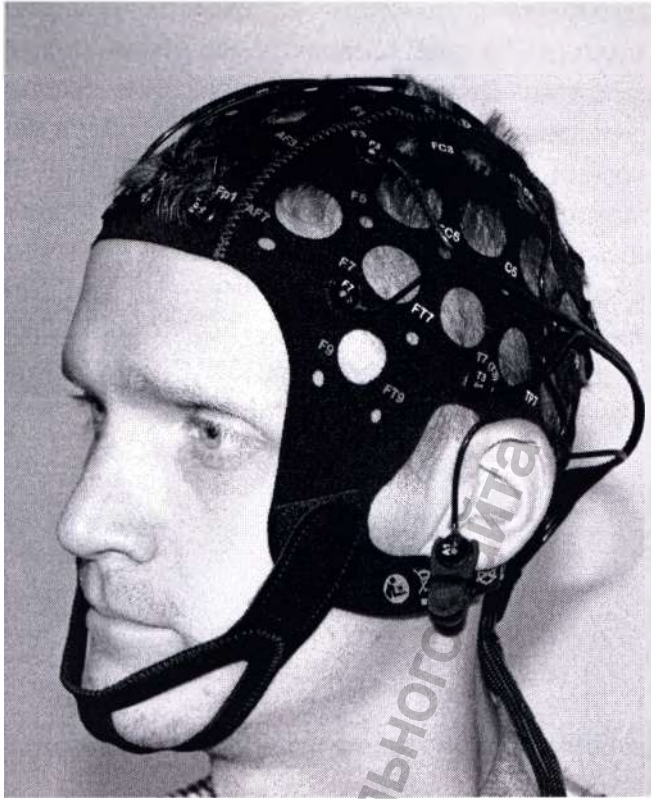

Рис. 24. Электродная шапочка на голове пациента с закрепленными ушными референтными электродами-клипсами на мочках ушей пациента
- 2) Наденьте на пациента электродную шапочку подходящего размера (рис. 24), с помощью регуляторов подкорректируйте ее под размер головы пациента. При использовании ушных референтных электродов-клипс закрепите их на предварительно обезжиренных мочках ушей пациента. Подключите электродную шапочку в соответствующий разъем на блоке усилителя.